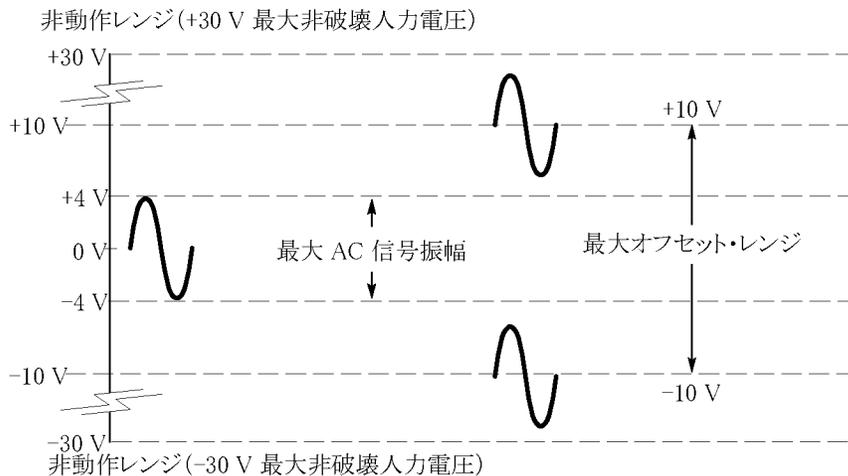

図 1: ダイナミックおよびオフセット限界
プローブは、静電気電圧に対して電氣的に保護されています。ただし、設計限界を超える電圧が加えられると、プローブ・チップ増幅器に損傷を与える可能性があります。(15 ページの 図 1 参照)。
プローブのオフセットは調整可能で、プローブのリニア・レンジ内で動作させることができ、より高電圧の DC 測定においてプローブの感度を上げることもできます。オフセットを使用して DC 信号成分をキャンセルすることにより、プローブ性能を最適化できます。(15 ページの 図 1 参照)。
**注：**プローブのオフセット・レンジは $\pm 10$  Vです。リニアの動作レンジは、 $\pm 4$  V以内です。(15 ページの 図 1 参照)。オシロスコープ上でカーソルを使用している場合は、プローブのオフセット電圧がゼロ基準になります。プローブ入力に信号を印加しないでプローブ・オフセットを調整した場合、出力範囲は $\pm 10$  V (プローブのオフセット・レンジ)ではなく、 $\pm 4$  V (プローブのリニア動作レンジ)になります。ただし、プローブ入力に $\pm 10$  Vを印加すると、プローブのオフセット・コントロールはこのオフセットをゼロにできます。